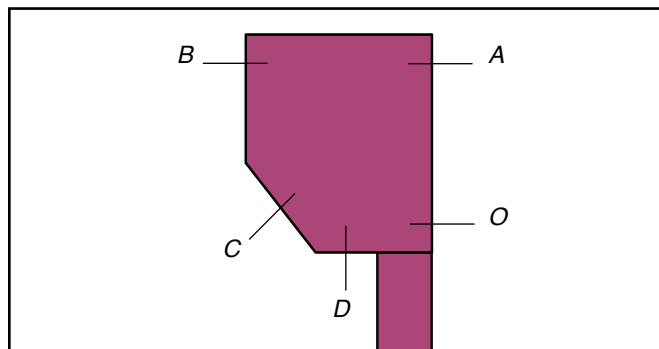

Abb. 6 : Bedienungsausgänge Rohrmotor
- Siehe Abbildung 6
- Bedienungsausgänge: siehe Abb. 6 und Tabelle 2